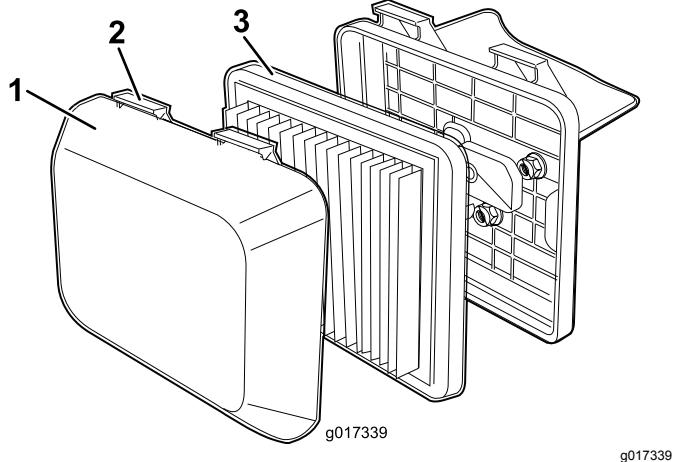

Figura 20
1. Pressione as patilhas do trinco na parte superior da cobertura do filtro de ar (Figura 20).
3. Retire o filtro (Figura 20).